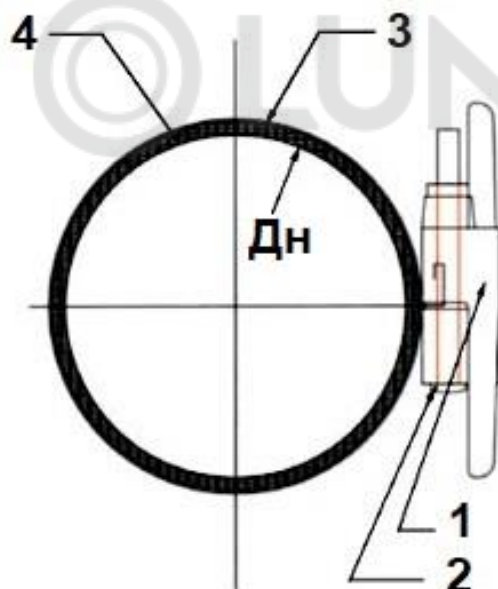

Рис.1 Хомут ремонтный нержавеющей с одним замком.
Таблица №2. Спецификация материалов хомутов (Рис.1)
- 3.1. Хомут ремонтный с чугунным замком состоит из банджа, замка, листового уплотнения и крепежного комплекта (Рис.1).